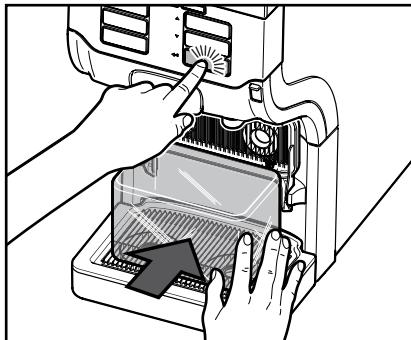

Рис. 47
5. Подставить под оба выпуска для напитков приемную емкость и нажать на кнопку ввода **←**. (Рис. 47)